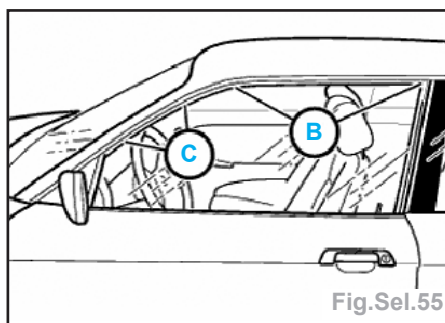

Fig.Sel.55
- Réglage idéal (fig.Sel.55) :